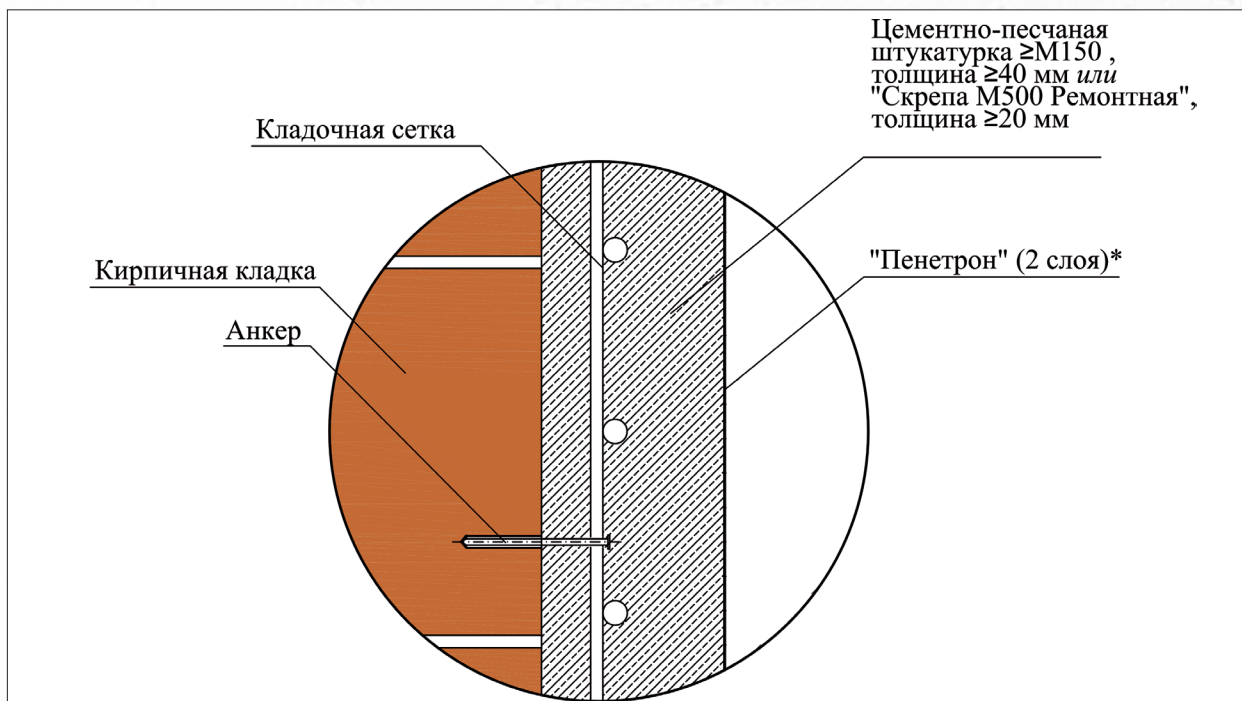

Рисунок 4 - Гидроизоляция кирпичной кладки
3. Гидроизоляция кирпичной кладки (рис.4)